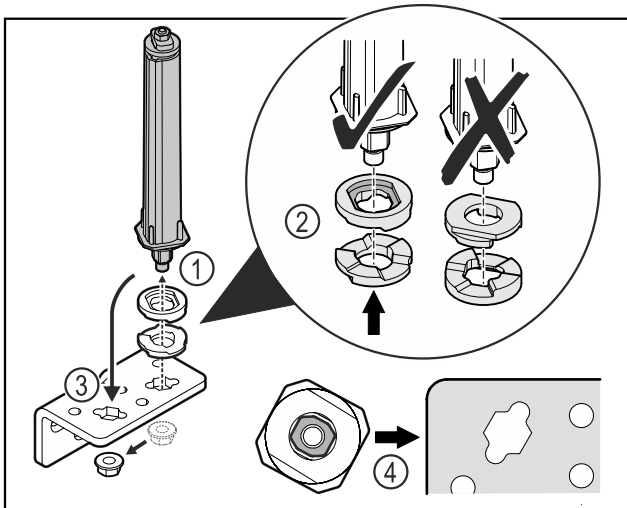

Fig. 23
- Soltar la tuerca y retirar el sistema de cierre de la puerta Fig. 23 (1).
- Tener en cuenta la orientación correcta de las arandelas de ajuste de altura Fig. 23 (2).
- Cambiar la posición del sistema de cierre de la puerta en la escuadra de bisagra y fijar con la tuerca Fig. 23 (3).
- Tener en cuenta la orientación correcta del sistema de cierre de la puerta al insertarlo Fig. 23 (4).